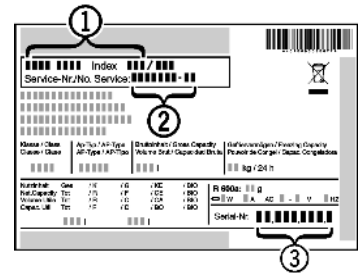

Fig. 40
- ▶ Считать обозначение устройства *Fig. 40 (1)*, сервисный номер *Fig. 40 (2)* и серийный номер *Fig. 40 (3)* с заводской таблички. Заводская табличка находится внутри устройства слева.